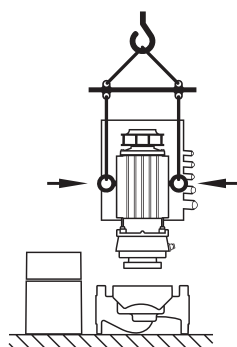

Fig. 25: Transport af indstikssættet
- Flyttes eller er transportringene flyttet fra motorflangen og monteret på motorhuset, så må de kun anvendes til at løfte og transportere indstikssættet (fig. 25) og ikke til transport af hele pumpen samt heller ikke til at skille indstikssættet fra pumpehuset (vær opmærksom på den tidligere afmontering og efterfølgende montering af afstandholderne).